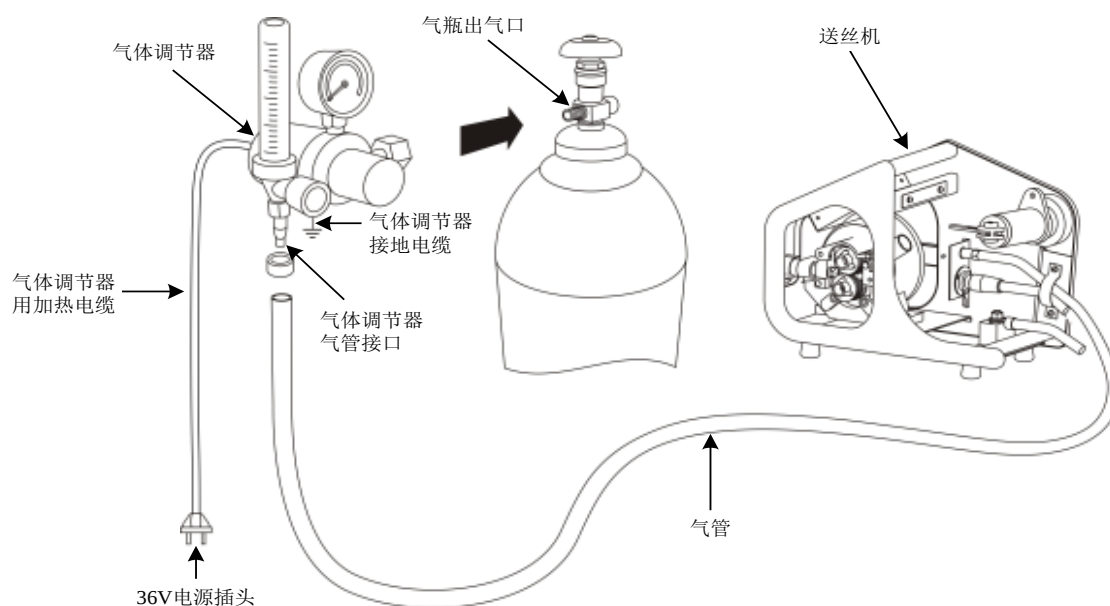

图2-6 气管连接示意图
4. 连接接地电缆，并可靠接地。连接完毕后如图 2-6 所示。